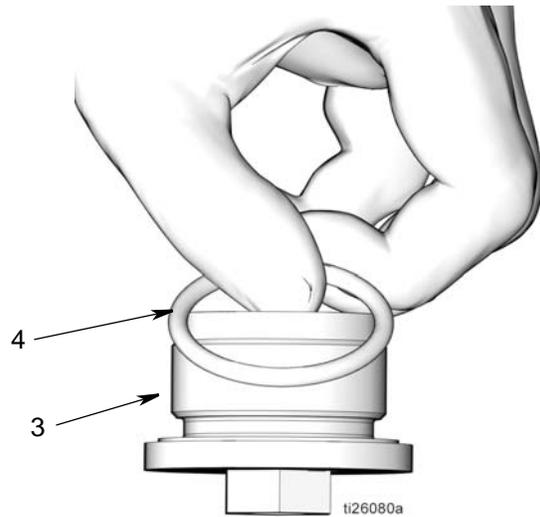

图 53
- d. 在 O 形圈 (4) 上抹上薄薄一层滑脂。将 O 形圈装到活塞防松螺母 (3) (图 53)。